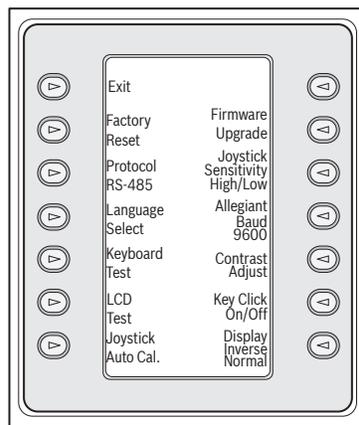

図 4.3 キーボード制御メニュー
1. [PROD] を押してプロダクト選択メニューを表示します (図 4.3 を参照)。
3. ソフトキー表示にキーボード制御メインメニューが表示されます (図 4.3 を参照)。キーボード制御メニューオプションは次のように表示されます。